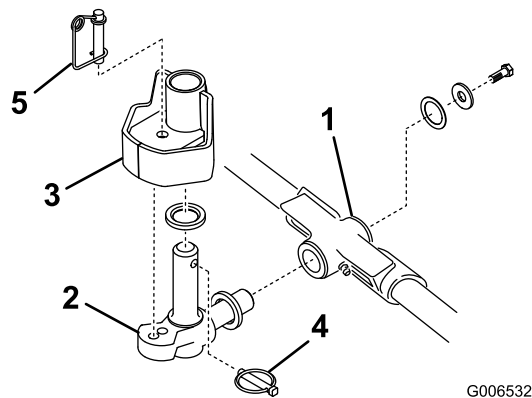

Bild 17
1. Setzen Sie eine Druckscheibe auf die horizontale Welle des Kreuzgelenks, wie in Bild 17 dargestellt.
2. Setzen Sie die horizontale Welle des Kreuzgelenks in das Befestigungsrohr des Trägerrahmens (Bild 17).
3. Befestigen Sie das Kreuzgelenk mit einer Druckscheibe, einer flachen Scheibe und einer Bundkopfschraube am Trägerrahmen (Bild 17).
4. Setzen Sie eine Druckscheibe auf die vertikale Welle des Kreuzgelenks (Bild 17).
5. Falls abgenommen, setzen Sie die vertikale Welle des Kreuzgelenks auf die Hubarmdrehnabe (Bild 17). Führen Sie das Kreuzgelenk zwischen den beiden Zentrierpuffern aus Gummi in die Unterseite der Lenkplatte des Hubarms ein.
6. Setzen Sie den Klapstecker in das Kreuzloch an der Kreuzgelenkwelle (Bild 17).
Hinweis: Wenn Sie eine fixierte Mähwerkstellung wünschen, setzen Sie den Lenksperrstift auf das Befestigungsloch des Kreuzgelenks (Bild 17).
11. Haken Sie den Federdraht unten um den Lenksperrstift (Bild 17).